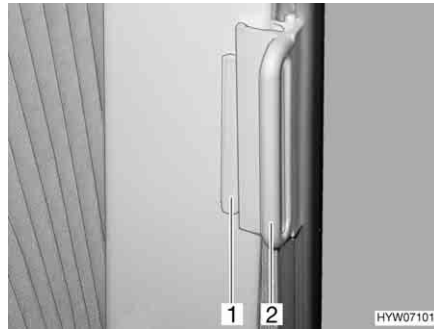

Fig. 106 Estor plegable, ventana de la cabina del conductor
- Coger los estores plegables por el tirador (Fig. 106,2) y cerrarlos cuidadosamente hasta que el cierre magnético lo mantenga en esta posición.
- Desplazar el tirador (Fig. 106,2) hasta la pieza sobrepuesta (Fig. 106,1). El estor plegable queda asegurado.